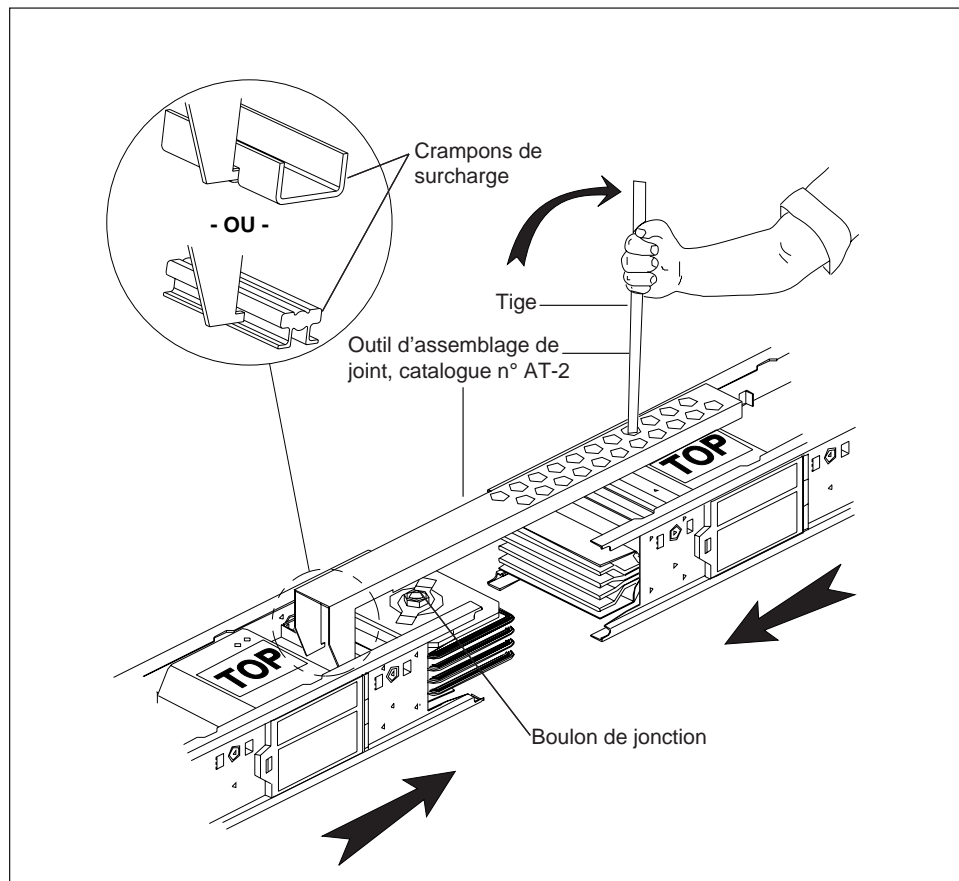

Figure 1 : Assemblage de jonctions
3. Les extrémités de la canalisation étant placées comme indiqué à la figure 1, accrocher l'outil d'assemblage de jonction dans le crampon de surcharge sur l'une des canalisations et insérer la tige dans le trou de l'outil d'assemblage, à l'arrière du crampon de surcharge, sur l'autre canalisation. Utiliser l'outil d'assemblage, numéro de catalogue AT-2.